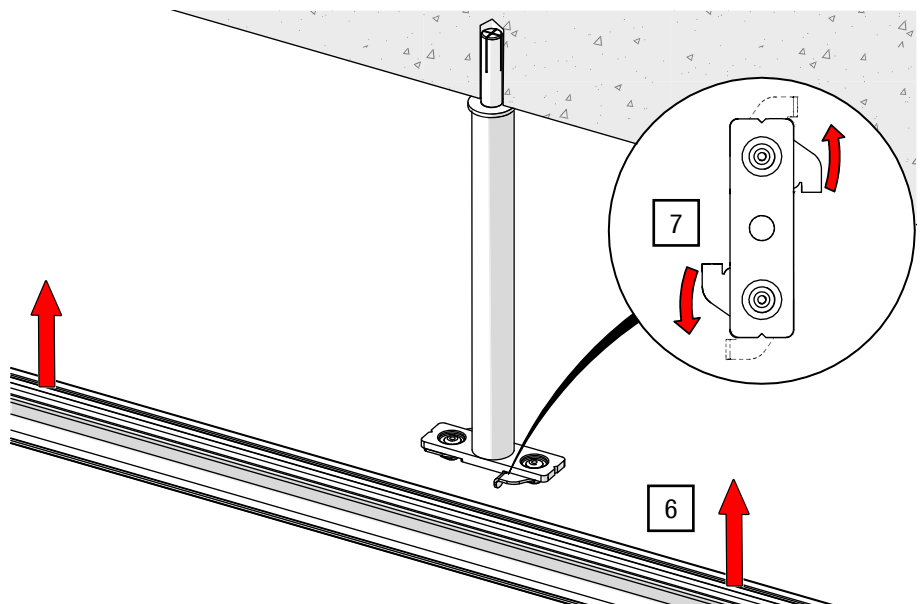

Abb. 36: Deckenabhängung – Schiene anheben und Montageplatte verriegeln
6. Positionieren Sie die Schiene am Zielort (siehe Abb. 36).
7. Verriegeln Sie die Montageplatte an den seitlichen Griffen mit der Schiene (siehe Abb. 36).